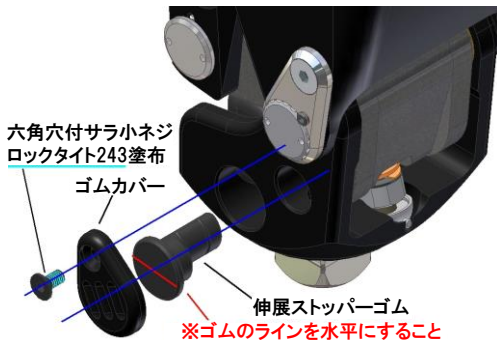

図19 伸展ストッパーゴムの交換
- 3 新しい伸展ストッパーゴスを図 19 に示す向きで挿入してください。このとき、膝継手をバウンシングさせた状態ですと、入れやすくなります。